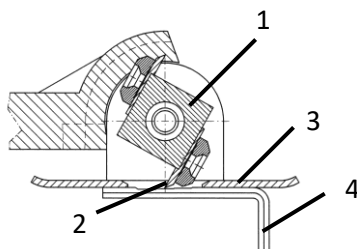

Fig. 9: Indstilling af kniv
- > Udskift evt. kniven (2 – Fig. 9).
- > Drej valsen (1 – Fig. 9) så kniven maksimalt rager over føringspladen (3 – Fig. 9).
- > Læg umbraconøgle (4 – Fig. 9) på føringsplade, så kærven befinder sig på ønsket skæredybde for kniven.